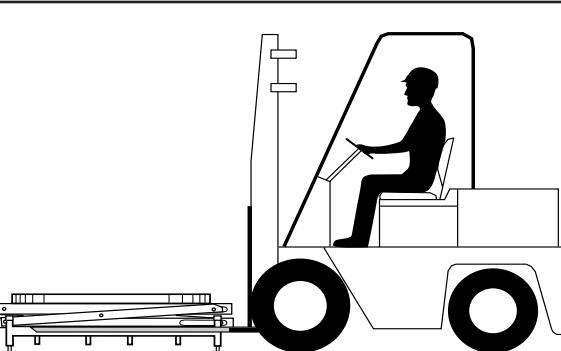

Figure 7. Déplacer le PL 2002
2. Insérez la fourche dans les passages du bâti prévus à cet effet. Voir Figure 7.